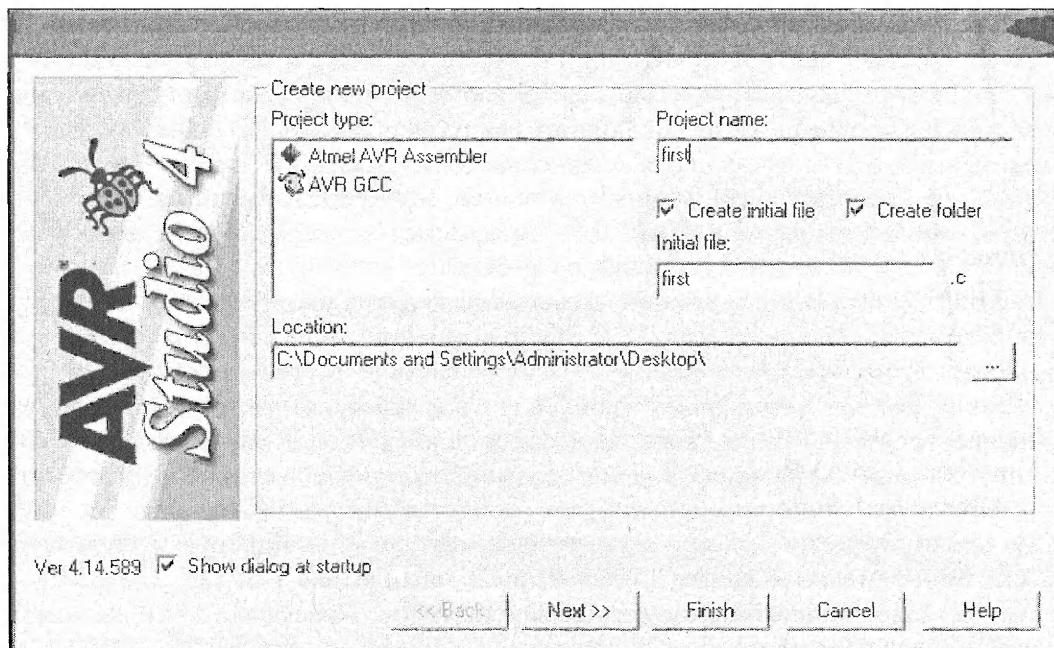

Рис. 1.31. Настройка проекта в AVR Studio
2. Появится всплывающее меню (рис. 1.31). В поле **Project Type** выберите либо **AVR GCC**, либо **Atmel AVR Assembler** (в зависимости от используемого вами языка). Здесь показаны настройки для проекта на языке С. Установите флагшки **Create Initial File** и **Create Folder** и дайте проекту подходящее название. Щелкните кнопку **Next**.